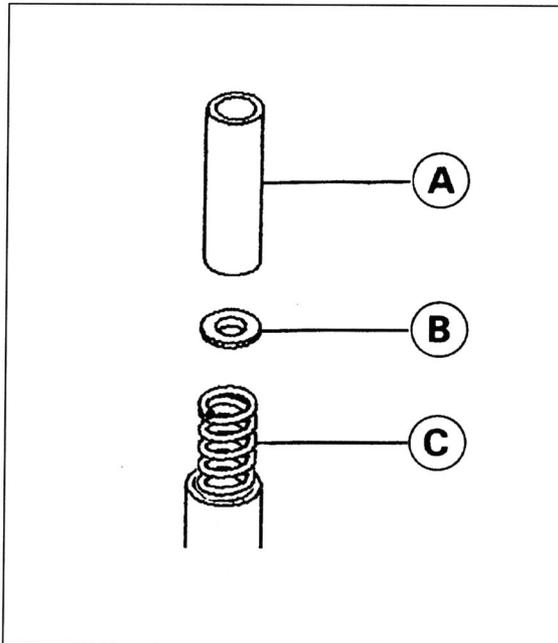

Bild 284
- Gabelbeine zusammenschieben. Distanzbuchse, Federsitz und Feder entnehmen (Bild 284).